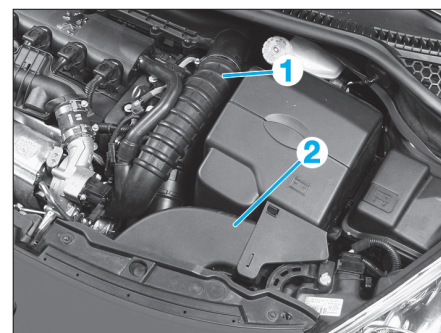

Fig. 62
- la conduite d'air (1) (Fig.62),